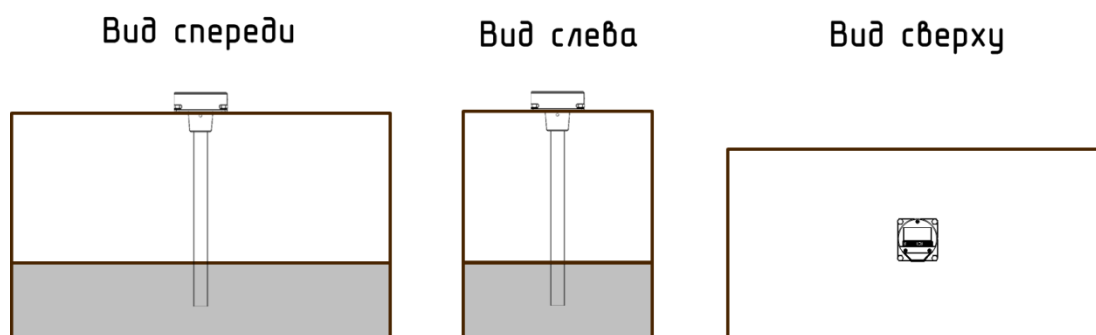
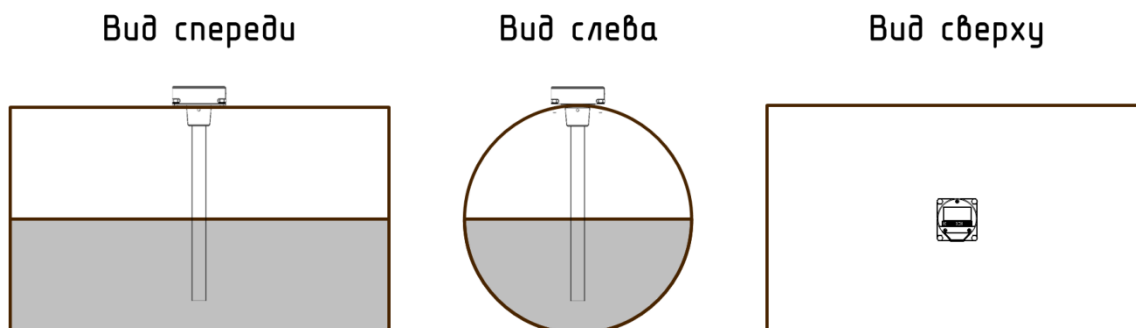
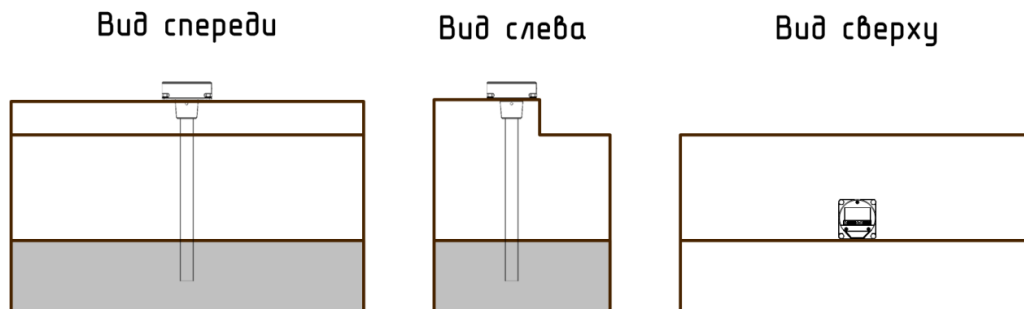

Рисунок 1
Рисунок 2
Рисунок 3
1) Установку изделия производить в зависимости от геометрической формы бака в места, указанные на рисунках (Рисунок 1, Рисунок 2, Рисунок 3). Установка изделия в этих местах обеспечивает независимость уровня топлива от наклона ТС.
- 2) В случаях, когда невозможно обеспечить установку изделия в места, указанные на рисунках (Рисунок 1, Рисунок 2, Рисунок 3), место установки необходимо максимально приблизить к указанным.
- 3) Установка изделия вне мест, указанных на рисунках (Рисунок 1, Рисунок 2, Рисунок 3), может привести к зависимости уровня топлива от угла наклона ТС. Например, для техники, работающей на рельефной местности, к завышенным или заниженным показаниям уровня топлива.
Подготовку баков, форма которых соответствует рисунку (Рисунок 2) проводить согласно Приложению Д.